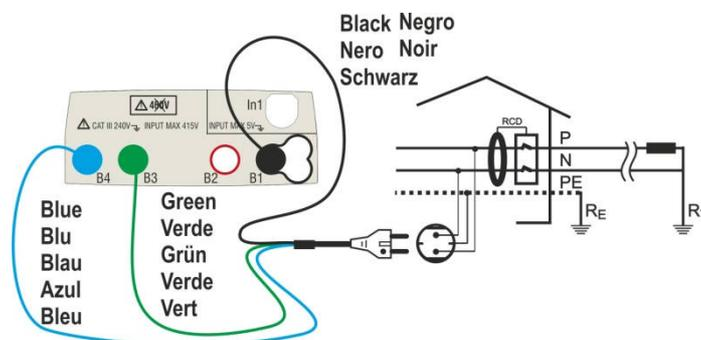
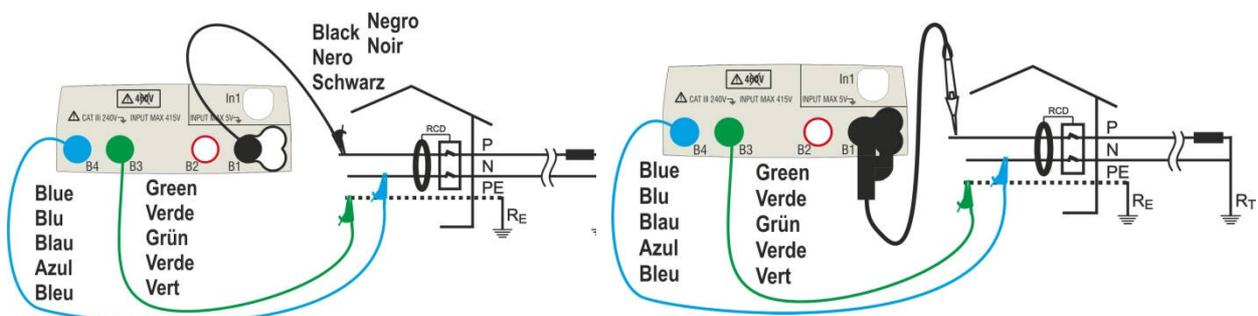
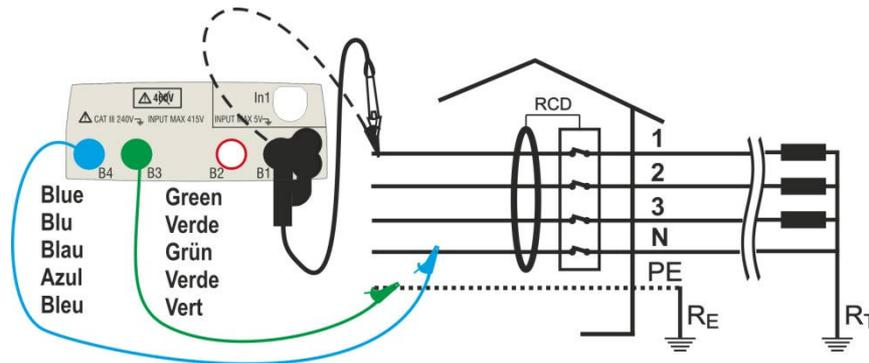
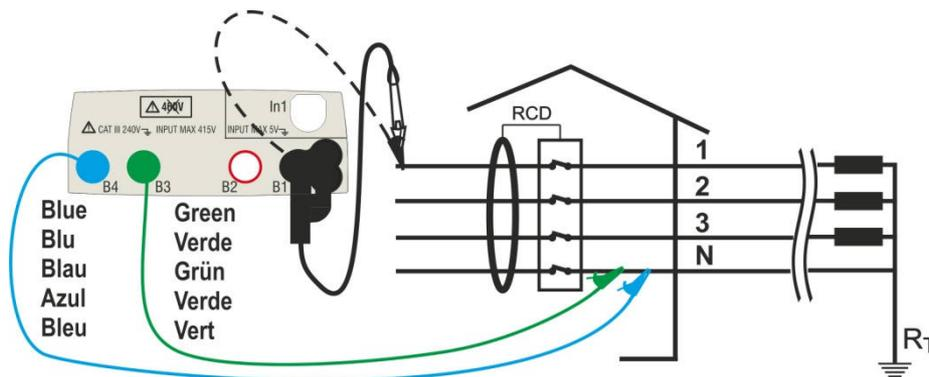

Abb. 10: Geräteanschluss zum einphasigen oder mehrphasigen Test des 230-V-RCD-Schutzschalters mittels 3 Leiter Schukokabel
Abb. 11: Geräteanschluss zum einphasigen oder mehrphasigen Test des 230-V-RCD-Schutzschalters mittels Einzelkabeln und Tastkopf
Abb. 12: Geräteanschluss zum 400V + N + PE dreiphasigen Test des RCD-Schutzschalters mittels Einzelkabeln und Tastkopf
Abb. 13: Geräteanschluss zum 400V + N (no PE) dreiphasigen Test des RCD-Schutzschalters mittels Einzelkabeln und Tastkopf
6. Führen Sie den grünen, blauen und schwarzen Sicherheitsbananenstecker des dreipoligen Schukokabels in die entsprechenden Eingangsbuchsen B3, B4 und B1 des Messgerätes ein. Alternativ dazu können Sie Einzelkabel verwenden und die entsprechenden Krokodilklemmen an die freien Kabelenden aufstecken. Sie können auch den Tastkopf benutzen, indem Sie dessen mehrpoligen Steckverbinder in die Eingangsbuchse B1 einführen. Verbinden Sie den Schukostecker, die Krokodilklemmen oder den Tastkopf mit der elektrischen Anlage entsprechend Abb. 10, Abb. 11, Abb. 12, Abb. 13 und Abb. 14.